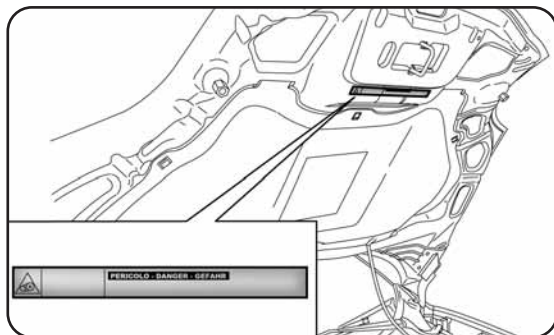

fig. 77
*Avant d'ouvrir le capot du moteur, il faut s'assurer que le moteur du véhicule est coupé et que la clé de contact est en position STOP. Se conformer aux indications reportées sur la plaquette située sous le capot du moteur fig. 77. Il est conseillé de ne pas laisser la clé de contact en position quand des personnes sont présentes dans le véhicule. Il ne faut jamais quitter la voiture sans emporter la clé de contact tournée en position STOP avec soi. Pendant le ravitaillement en carburant, vérifier que le moteur soit coupé avec la clé de contact en position STOP.*